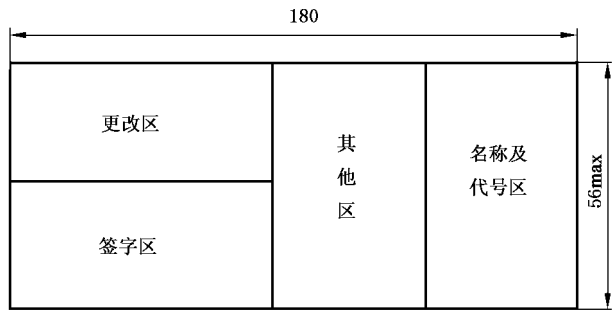
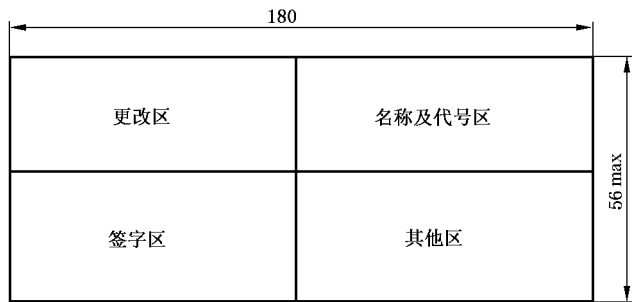

图 2 标题栏的分区(一)
图 3 标题栏的分区(二)
标题栏一般由更改区、签字区、其他区、名称及代号区组成,见图 1 和图 2。也可按实际需要增加或减少。
- 5.1 标题栏中各区的布置可采用图 2 的形式,也可采用图 3 的形式。当采用图 1 的形式配置标题栏时,名称及代号区中的图样代号和投影符号应放在该区的最下方(见附录 A)。
- 5.2 标题栏各部分尺寸与格式(见图 2 和图 3),也可参照附录 A。